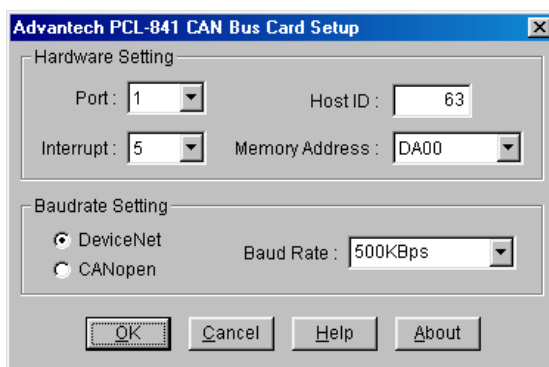

Рис. 1.5. Меню настройки параметров порта
1.5.2.9 После нажатия кнопки *Install* открывается подменю настройки платы PCL-841. Нажатием кнопки *CAN...* открывается меню настройки параметров порта. Здесь необходимо настроить адреса портов PCL-841. Важно обеспечить соответствие базового адреса, набираемого переключателями на плате адресу, введенному в этом меню. На рис. 1.5. это адрес DA00.